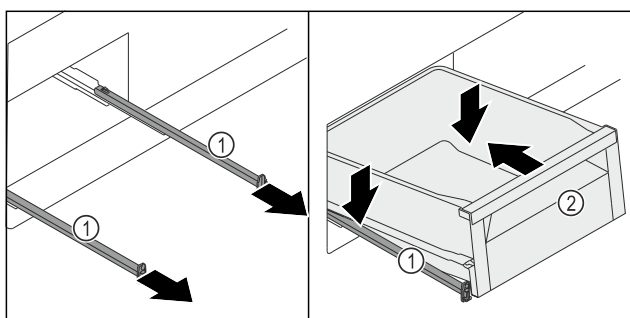

Fig. 119
- Estrarre le guide Fig. 119 (1).
- Mantenere fisse le guide Fig. 119 (1) e posizionare il cassetto Fig. 119 (2) in posizione obliqua inserendolo dall'alto sulle guide Fig. 119 (1).
- Inserire il cassetto Fig. 119 (2) sulle guide Fig. 119 (1) spingendolo all'indietro fino a battuta.